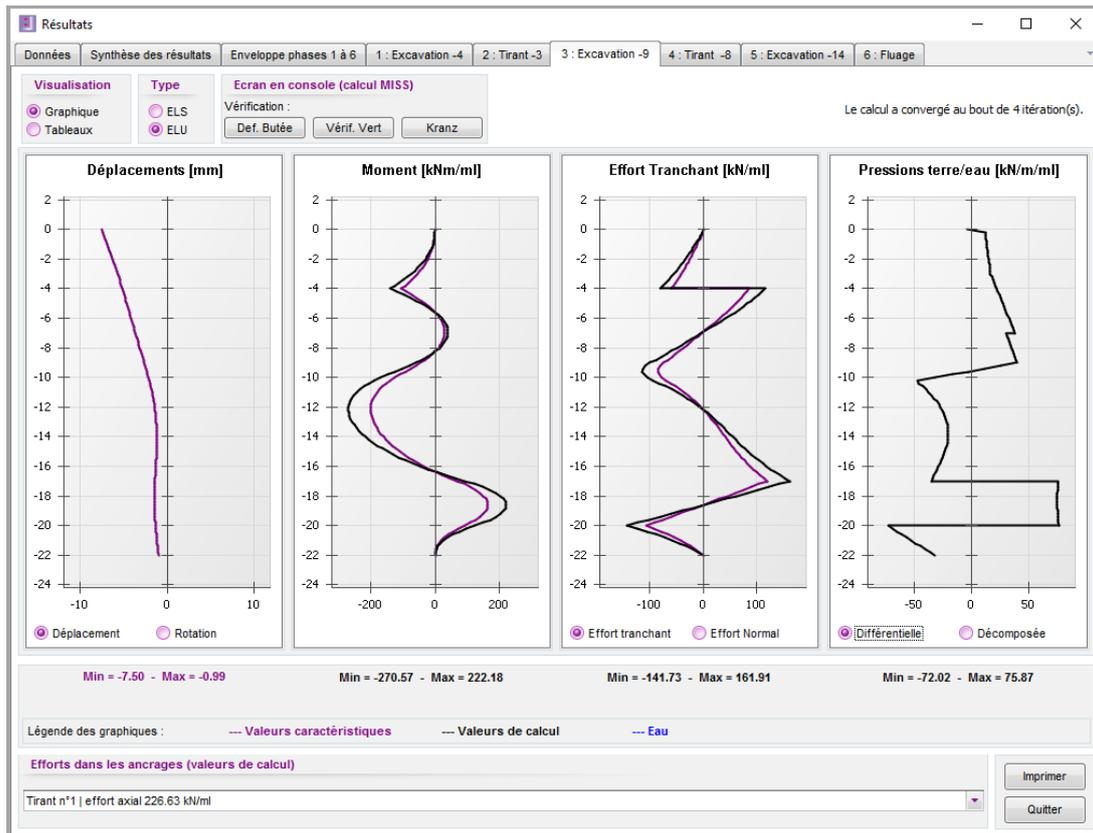

Figure B 151 : Fenêtre des résultats - Résultats ELU (calcul MISS) - Graphiques
- les graphiques et les tableaux présentent les résultats à la fois en valeurs caractéristiques (indice k) et en valeurs de calcul (indice d) (Figure B 151 et Figure B 152) ;